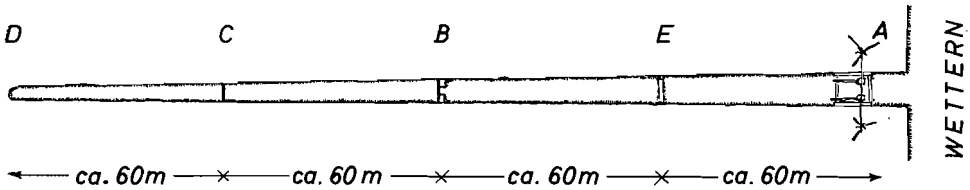

Abb. 1. Schematische Darstellung eines Grabens mit Einfluß in die Wetter
Wie schon angedeutet, muß das Wasser fast bis auf die Grabensohle abgesenkt werden, bevor mit dem Reinigen begonnen werden kann. Dazu wird das untere Ende des ca. 250 m langen Grabens (Abb. 1) kurz vor dem Einfluß (A) in die Wetter mit einem Damm oder Schott abgedämmt. Darüber wird eine Aufhängevorrichtung für die Wasserschaufeln errichtet, bestehend aus zwei ca. 1,5 m hohen Dreibeinen auf den beiden Ufern und dem darüberliegenden Querbaum (meistens ein Bindebaum vom Erntewagen). An diesem Bindebaum hängen mit Stricken die beiden Wasserschaufeln („Waterschüffeln“; Abb. 2a).
Ca. 120 m unterhalb des oberen Grabenendes (bei B), also etwa in Höhe der halben Grabenlänge (Abb. 1) befindet sich ein ständiger Damm, dessen mittleres Drittel durchstochen ist, während die beiden äußeren Drittel, die „Kissen“, stehenbleiben. Dieser Damm wird nun mit Erde oder mit Brettern verschlossen. Außerdem wird bei C ein Brett hochkant quer über den Graben in den Schlick gesteckt, um das Stück zwischen D und B noch einmal zu halbieren. Der zwischen D und C verbliebene Wasserrest wird zunächst mit einer Schaufel mit kastenförmig gezimmertem Blatt („Göt“, Abb. 2b) und zum Schluß mit einem Eimer über das Brett bei C ausgeschöpft¹⁾.